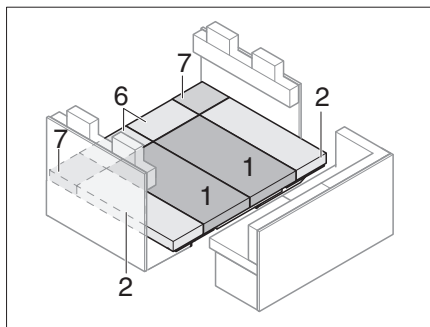

Fig. 194 Dopo la trasformazione
- Applicare i cuscini del divano, dello schienale e aggiuntivi come illustrato in Fig. 194.